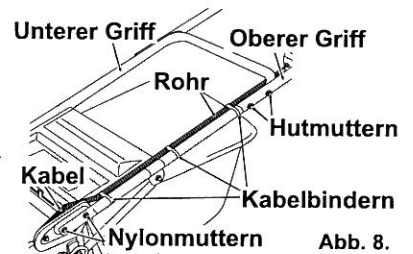

Abb. 8.
- 1 Installieren Sie den unteren Griff (mit 4 Nylonmutter) an der Maschine. (Siehe Abb. 8, 9 und 10.)